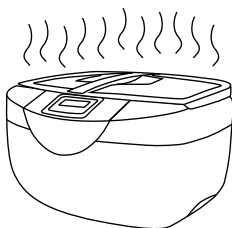

Fig.17
- ▶ Este equipamento é provido de proteção contra superaquecimento (Fig.17, pág.16). É recomendado aguardar cerca de 15 minutos ao realizar 3 ciclos longos consecutivos (3 ciclos de 480s, ou seja, 24 min.) para prolongar a vida útil da cuba de ultrassom;